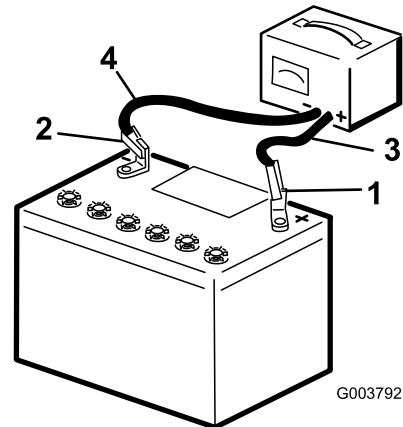

図 54
2. 3-4 A で 4-8 時間、バッテリーを充電する 図 54。充電しすぎないように注意すること。
3. 充電が終わったら、チャージャのプラグをコンセントから抜いてから、チャージャのリード線をバッテリー端子から外す 図 54。